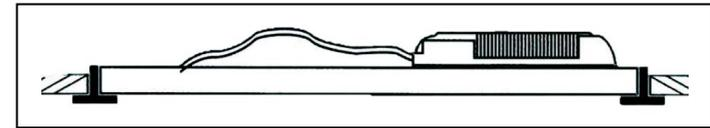
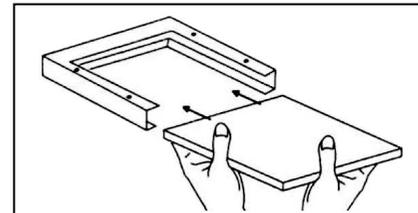

Рис. 2
Рис. 3
- Конструкцией осветительного прибора предусматриваются следующие способы монтажа: подвесной с помощью комплектов подвеса CP 10 Suspension set (рис. 1), встраиваемый (на Т-профиль) (рис. 2) и накладной с помощью рамки CP 10 SMB 600x600 (рис. 3).
- Накладной способ монтажа (рис. 3):